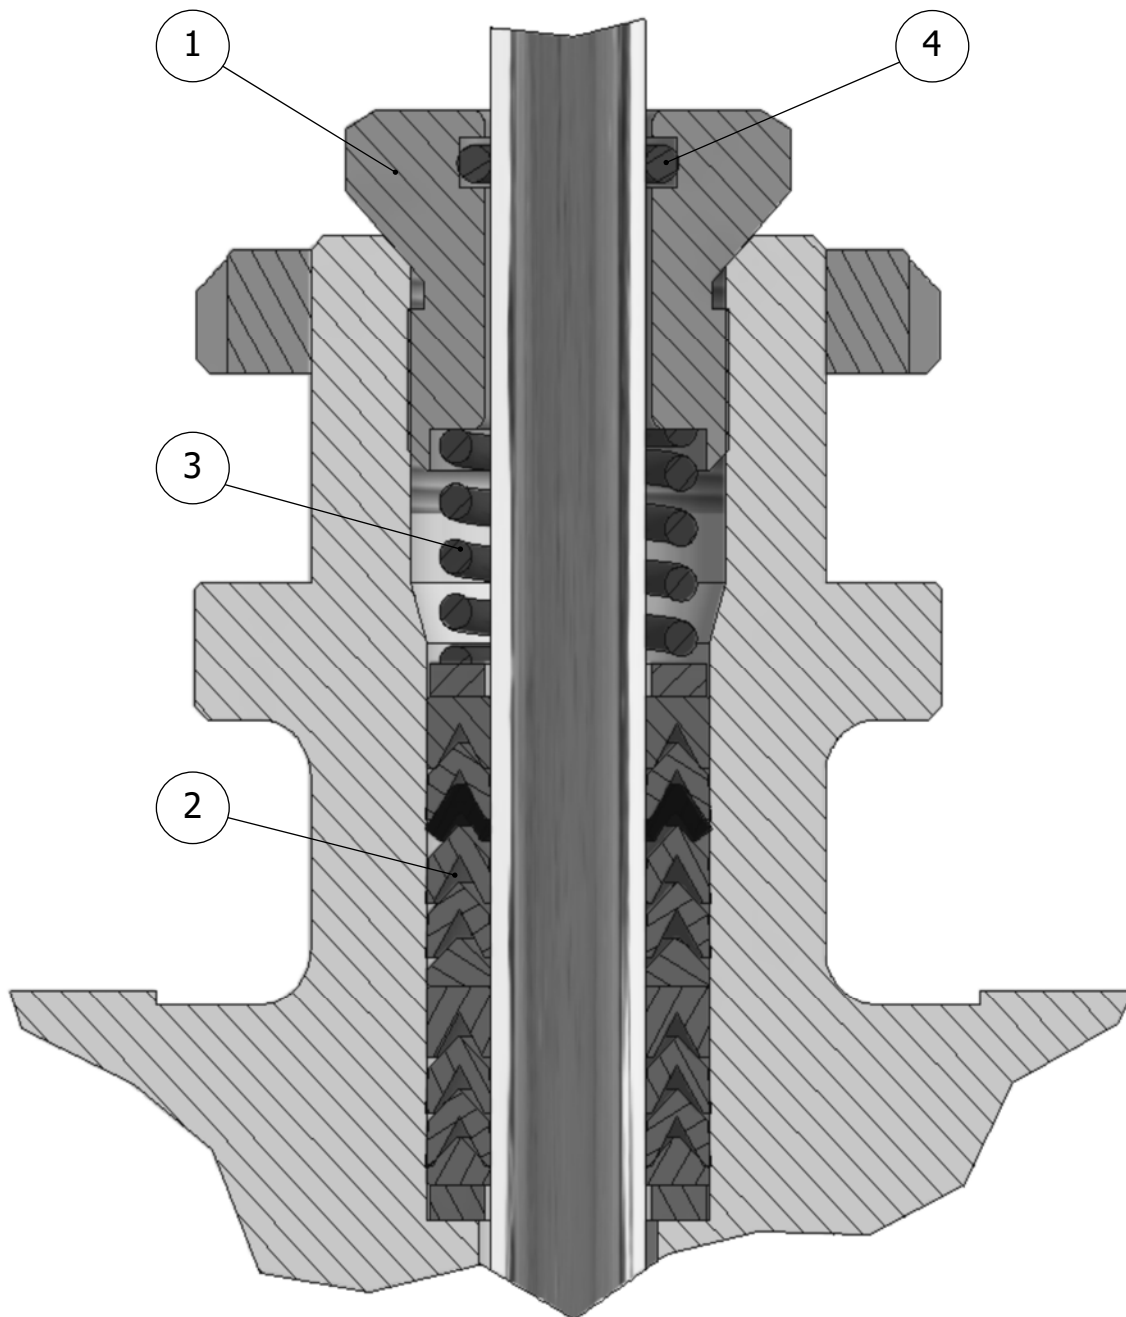

Fig. 8 Paquet presse-étoupe "LL200"
En se référant à la figure correspondant à votre modèle de paquet (Fig.8) procédez comme suit :
- ◆ Dévisser complètement la vis (1).
- ◆ Remplacer le joint torique d'étanchéité (4)
- ◆ Enlever le ressort (3)
- ◆ Enlever le paquet presse-étoupe inférieur (2).
- ◆ Insérer le nouveau paquet comme indiqué dans la Fig.8
- ◆ Visser l'écrou (1) sans arriver jusqu'en butée
- ◆ Serrer l'écrou (1) comme indiqué dans le chapitre 5